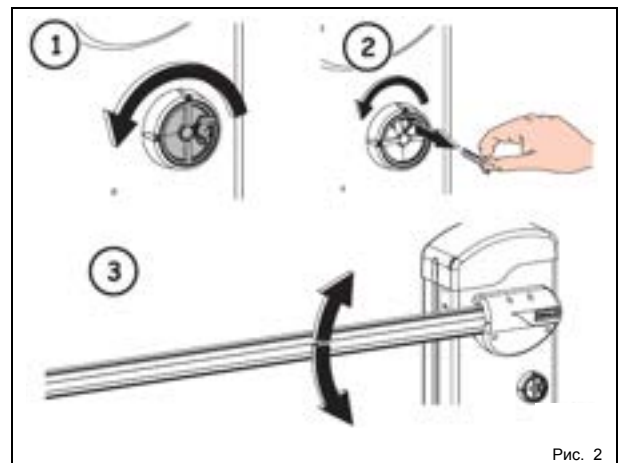

Рис. 2
- Повернуть отпирающий рычаг до упора против часовой стрелки (рис. 2, поз. ①).
- Повернуть ключ до упора против часовой стрелки и вытащить его (рис. 2, поз. ②).
- Вручную повернуть стрелу до упора (рис. 2, поз. ③).